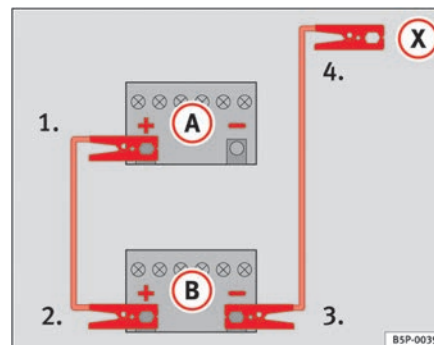

Abb. 170 Schema für das Anklemmen der Starthilfekabel
In der ⇒ Abb. 170 ist **A** die entladene Batterie und **B** die stromgebende Batterie.
1. Klemmen Sie ein Ende des roten Starthilfekabels an den Pluspol ⇒ Abb. 170 ⊕ des Fahrzeugs mit der entladene Batterie ⇒ ⚠.